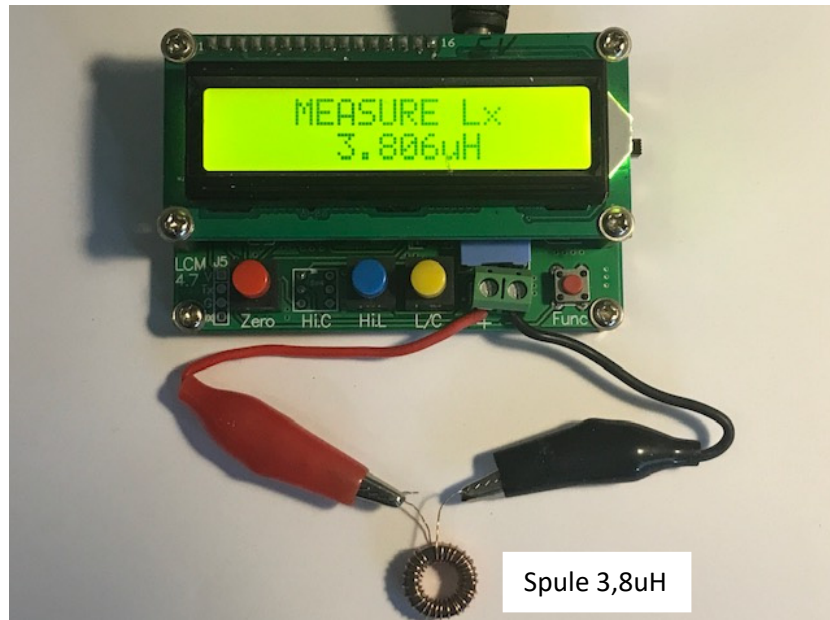
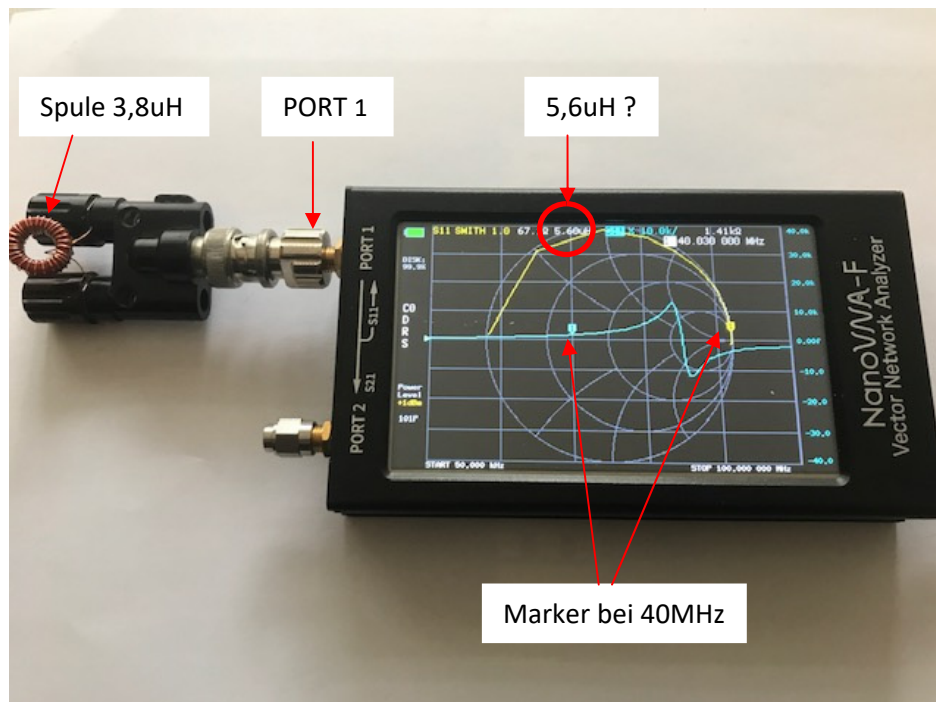

Bild 1: Messwert am LC-Meter: 3,8uH
Bild 2: Messwert am NanoVNA: 5,6uH
Zur Messung der Induktivität und Kapazität von Spulen und Kondensatoren verwendet man im Regelfall ein LC-Meter (**Bild 1**). Ein Ringkern T50-2 (rot), AL=49 mit N=28 Windungen CuL-Draht erzeugt am LC-Meter eine Induktivität von $L=3.8\mu\text{F}$. Wird die Induktivität berechnet, kommt man zum gleichen Ergebnis: $L_x = N^2 \times AL/1000 = 3.8\mu\text{F}$.
Ebenso einfach lassen sich Werte von Spulen (L), Kondensatoren (C) oder Widerständen (R) über PORT 1 (Reflexion) mit einem NanoVNA messen (**Bild 2**). Zur Verbindung der Bauteile mit dem Innenleiter und Masse von PORT 1 verweise ich einen BNC-Stecker auf Bananenbuchse plus Schraubklemmen.
Als Beispiel verwende ich den bewickelten Ringkern aus **Bild 1**. Einstellungen am NanoVNA: *S11 Smith Chart*, *S11 Reactance* und ein Frequenzbereich von 50kHz bis 100MHz (**Bild 2**). Im Display werden anschließend die entstehenden Verläufe der Smith Chart (gelb) und Reactance (blau) angezeigt. Im Kurvenzug der Reactance ist zunächst eine unerwünschte Resonanz der Spule bei ca. 65MHz zu erkennen, die aufgrund parasitärer Kapazitäten entsteht. Hinter der Phasendrehung von 180 Grad wird die Induktivität nur noch als Kapazität angezeigt und alle Ergebnisse sind völlig falsch. Aus diesem Grund darf die Induktivität frequenzmäßig nur unterhalb der Resonanz ermittelt werden. Stellt man den Marker jetzt auf z.B. 40 MHz (**Bild 2**), ergibt sich eine Induktivität 5,6uH und bei 10MHz von 4,3uH. Welcher Wert stimmt denn jetzt, 3,8uF, 4,3uF oder 5,6uF?